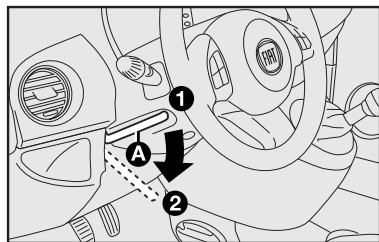

fig. 15
## VOLANTE - fig. 15
- 1) deslocar a alavanca **A** para baixo, na posição **2-fig. 15**;